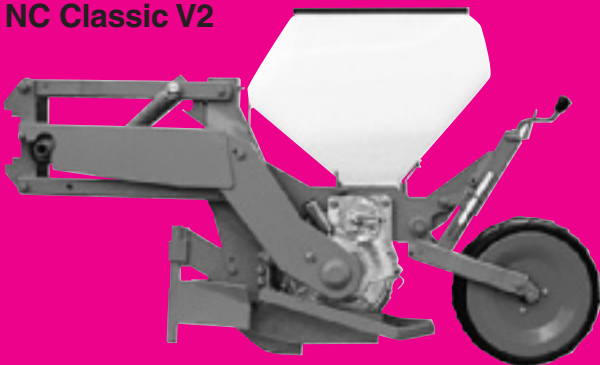

Fig. 41
- Roue tasseuse arrière plate autonettoyante 370 x 170 (fig. 41) avec raclettes intermédiaires longues, pour terrains souples et sableux.
- 370 x 170 self-cleaning flat rear press wheel (fig. 41) with long intermediate scrapers for soft, sandy ground
- Rueda compactadora trasera plana autolimpiante 370 x 170 (fig. 41) con rascadores intermedios largos, para terrenos sueltos y arenosos.